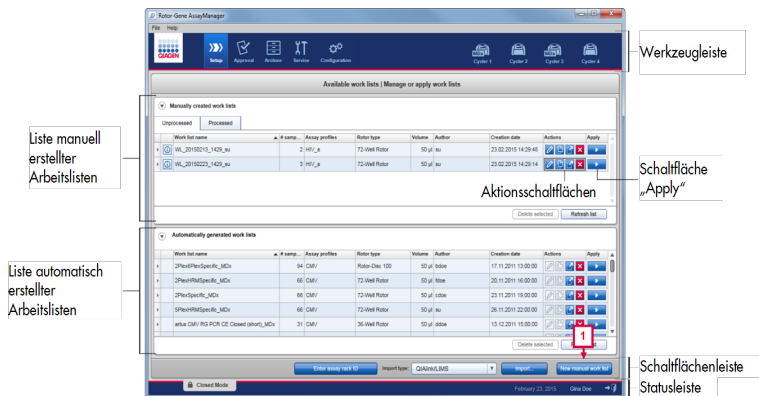

Abbildung 8. Hauptfenster der Rotor-Gene AssayManager Software. Kasten 1 kennzeichnet die Schaltfläche **New manual work list**.
7. Wählen Sie im Hauptfenster **New manual work list** (Neue manuelle Arbeitsliste), um eine neue Arbeitsliste zu erstellen (Abbildung 8, gekennzeichnet durch Kasten 1).